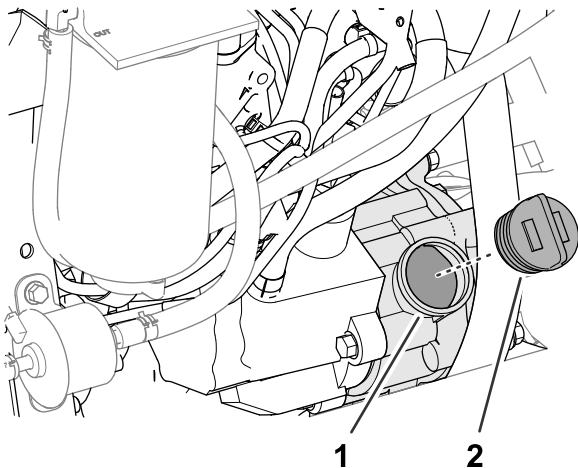

Figura 113
- Si el nivel de aceite es bajo, retire el tapón de llenado (Figura 113) y añada poco a poco pequeñas cantidades de aceite, comprobando el nivel frecuentemente, hasta que el nivel llegue a la marca de lleno de la varilla.